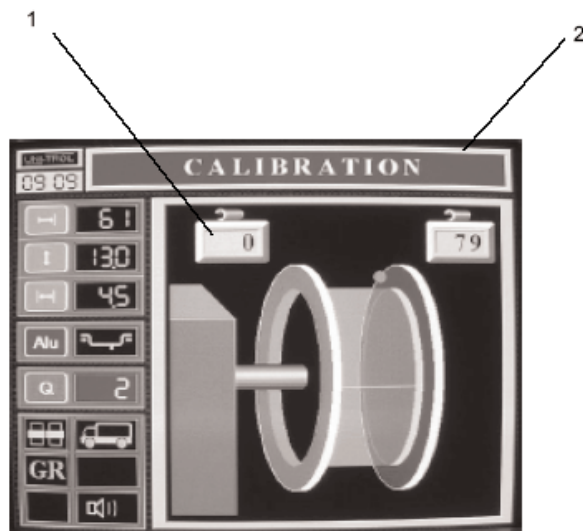

Fig. 25
3. Tryck START- knappen eller aktivera den automatiska startproceduren. Balansmaskinen kommer att starta. Mätcykeln avslutas med att maskinen stannar och skall visa 0 för viktläge "1" och 79 eller 80 på indikator "2" (fig. 25).